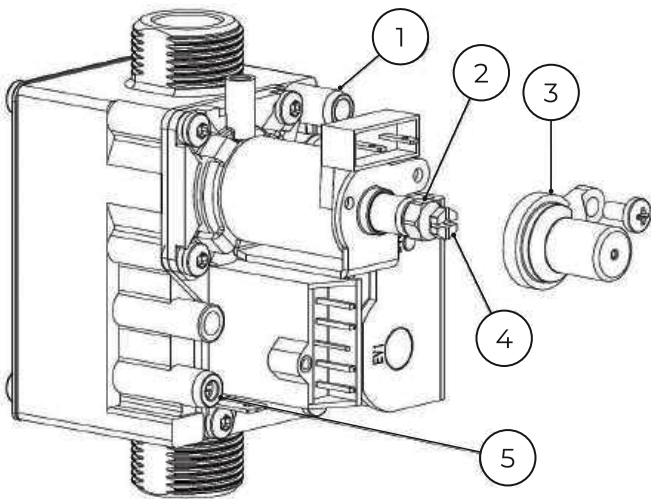

Рис. 20 Регулятор давления газа
- Для измерения необходимо использовать штуцер 5 на газовом клапане рис. 20. После измерения обязательно закройте винт-заглушку.
- Выключите котёл и закройте газовый кран, отсоедините U-образный манометр и заверните уплотнительный винт (рис. 20, [1]).
- Отверните уплотнительный винт на штуцере измерения подаваемого давления газа (рис. 20, [5]) и подсоедините манометр.
- Отверните уплотнительный винт штуцера измерения давления на форсунках (рис. 20, [1]) и подсоедините U-образный манометр.
- Снимите крышку (рис. 20, [3]).
- Значение "max" давления (мбар (кПа)) на форсунках приведено в табл. 15. Установите давление на форсунках регулировочным винтом максимального расхода газа (рис. 20, [2]). Поворот направо - больше газа, поворот налево - меньше газа.
- Значение "min" давления (мбар (кПа)) на форсунках приведено в табл. 15. Установите давление на форсунках регулировочным винтом минимального расхода газа (рис. 20, [4]).
- Установите и опломбируйте крышку (рис. 20, [3]).